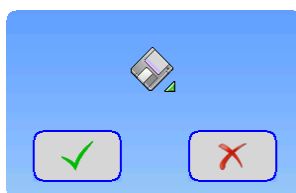

Abb.6.18. Bestätigungsfenster zum Speichern der Ergebnisse in die Datei
- Verbindung zum Ethernet (☞ Abb.6.18) oder WAN (☞ Abb.6.19).